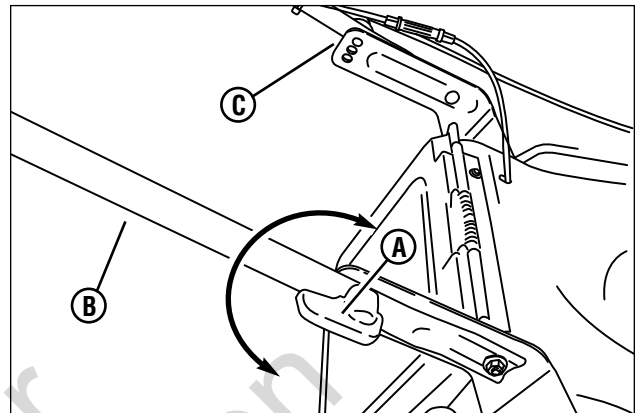

Figure 5 : Réglage de la hauteur de manche
1. Tournez les deux cames de blocage **(A, Figure 5)** d'un quart de tour pour libérer l'ensemble de manche **(B)**.